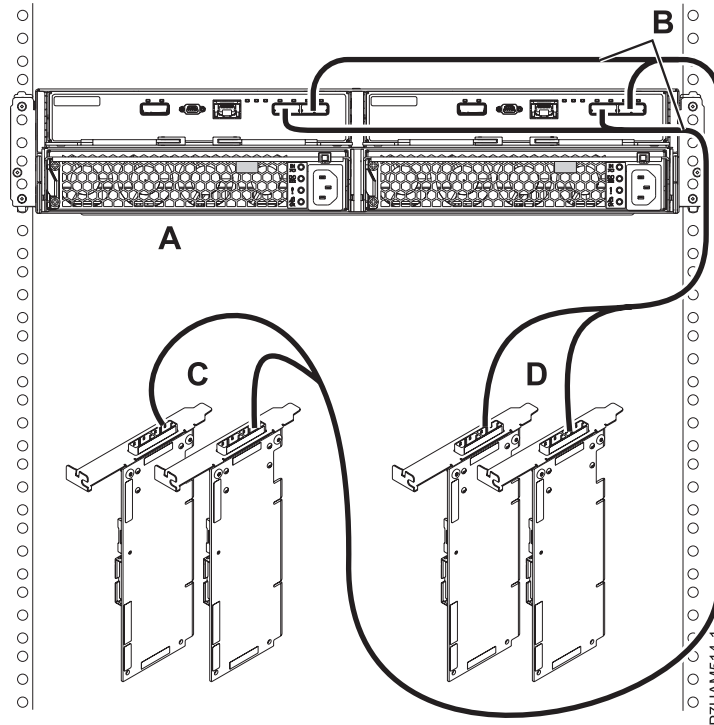

Figure 40. Mode 2 de connexion d'un boîtier d'unité de disque 58/87 via des câbles X à deux paires d'adaptateurs SAS
13. Effectuez la connexion de mode 2 d'un boîtier d'unité de disque 58/87 (A) via des câbles X (B) à deux paires d'adaptateurs SAS, comme illustré dans la figure 40, à la page 75.